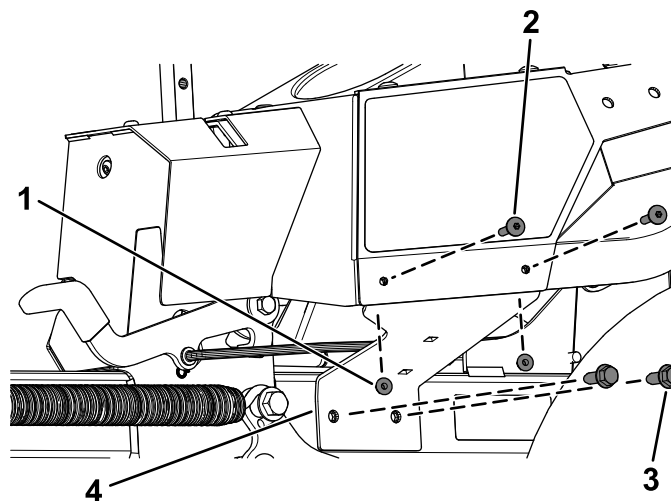

Рисунок 8
- В. Закріпіть ліву підвіску опорного кронштейна, використовуючи 2 самонарізні гвинти (3/8 x 1 дюйм), і попередньо відкрутіть 2 гвинти Torx (1/4 x 1-5/16 дюймів) та 2 контргайки (1/4 дюйма), як показано на рисунку Рисунок 8.